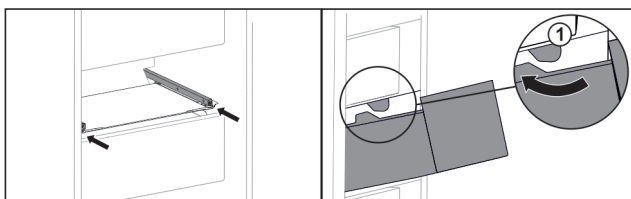

Fig. 105
- ▶ Schubfach um die Stopper Fig. 105 (1) herumführen.